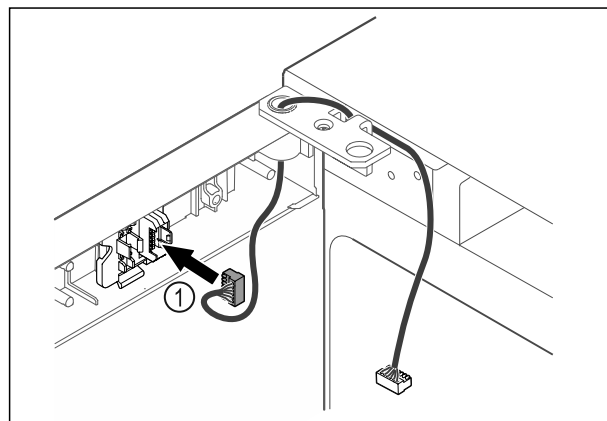

Fig. 58
- ▶ Вставьте штекер Fig. 58 (1) в держатель.